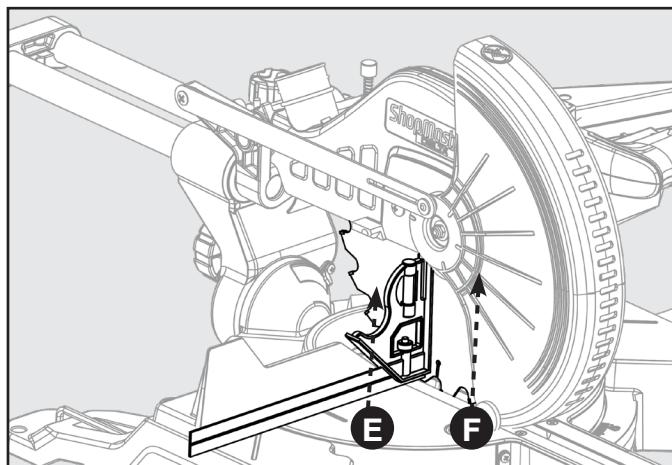

FIGURE 13
Reportez-vous à la figure 13.
7. Placez une équerre à combinaison (E) contre la table et la face de la lame de scie (F).
9. Le bord de l'équerre et la lame de scie doivent être parallèles, comme illustré à la figure 13.